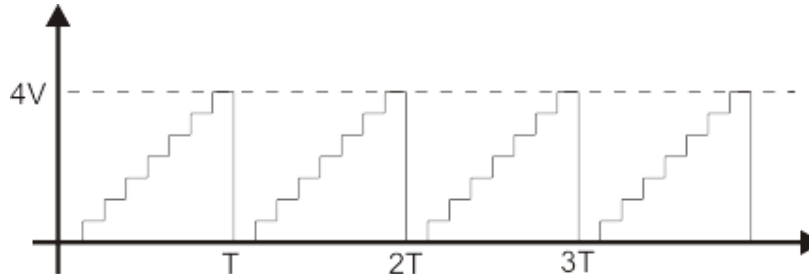

Figura 4
- 6) Modifique el circuito de tal forma que el convertidor digital analógico genere una señal escalera exactamente como la mostrada en la Figura 4 con un voltaje pico de 4Vp. Adicione hardware si es necesario.